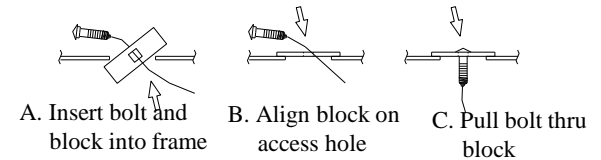

Figure 2
- Feed 1/2-13 carriage bolt and spacer into passenger side frame rail as shown using reverse pullwire procedure. Leave pullwire attached. See Figure 2.
4. Feed ½-13 carriage bolt and spacer into passenger side frame rail as shown using reverse pullwire procedure. Leave pullwire attached. See Figure 2.
4. En se basant sur l'illustration de la procédure inversée du fil de tirage, acheminer le boulon de carrosserie 1/2-13 et l'espaceur dans le longeron côté passager. Laisser le fil de tirage lié aux pièces de visserie. Voir Figure 2.